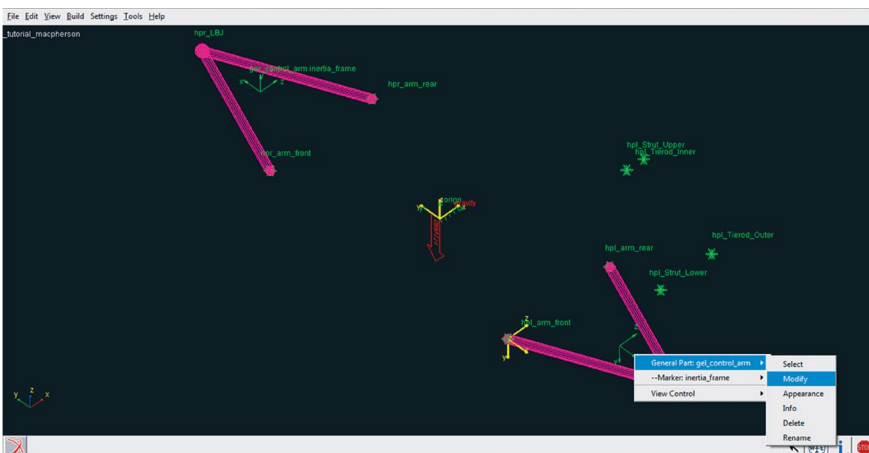

Figura 4.26 – Modificando o *General Part control_arm*.
- Na tela principal do software, clique com o botão direito do mouse sobre o *General Part gel_control_arm*. Em seguida, clique em *Modify* (Figura 4.26).